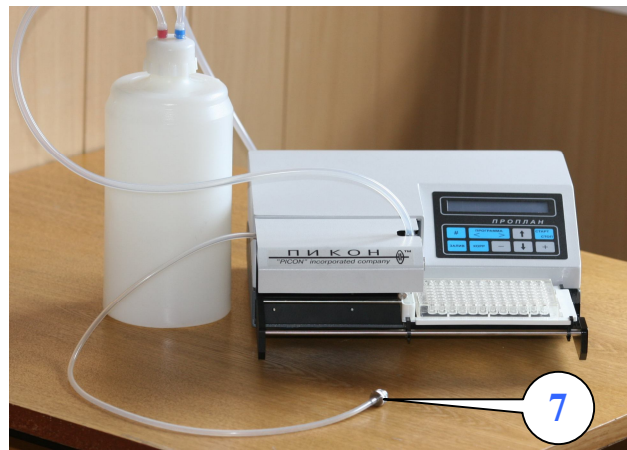

Рис. 5
4. Фильтр промывающего (заливного) раствора (поз. 7, рис. 5) установлен на конце шланга.